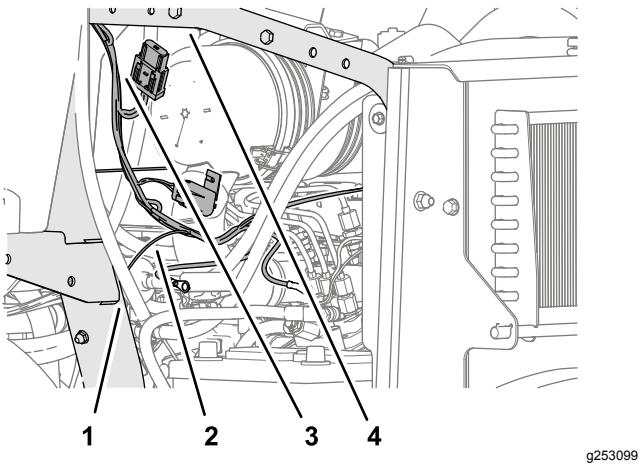

Figure 7
1. Sur le côté gauche de la machine, acheminez la branche du faisceau dotée du connecteur à languette vers l'avant du moteur et le tube inférieur de l'arceau de sécurité (Figure 7).
3. Acheminez la branche du faisceau dotée du connecteur à 2 broches, du connecteur à 1 broche et du connecteur à 8 douilles le long du tube inférieur de l'arceau de sécurité et faites-le monter vers le tube de support (Figure 7).